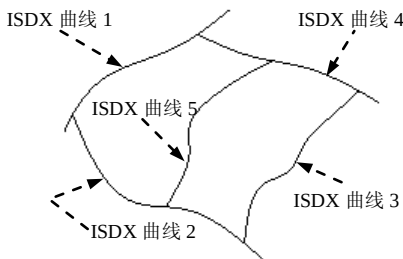
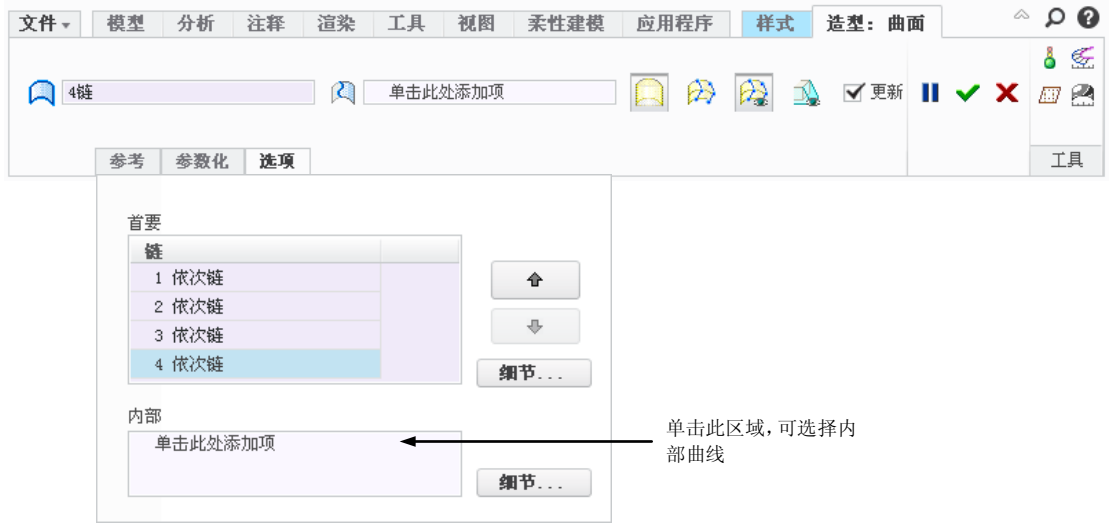
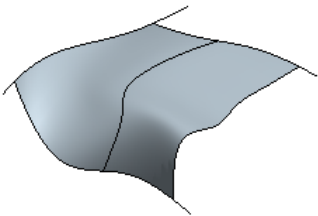
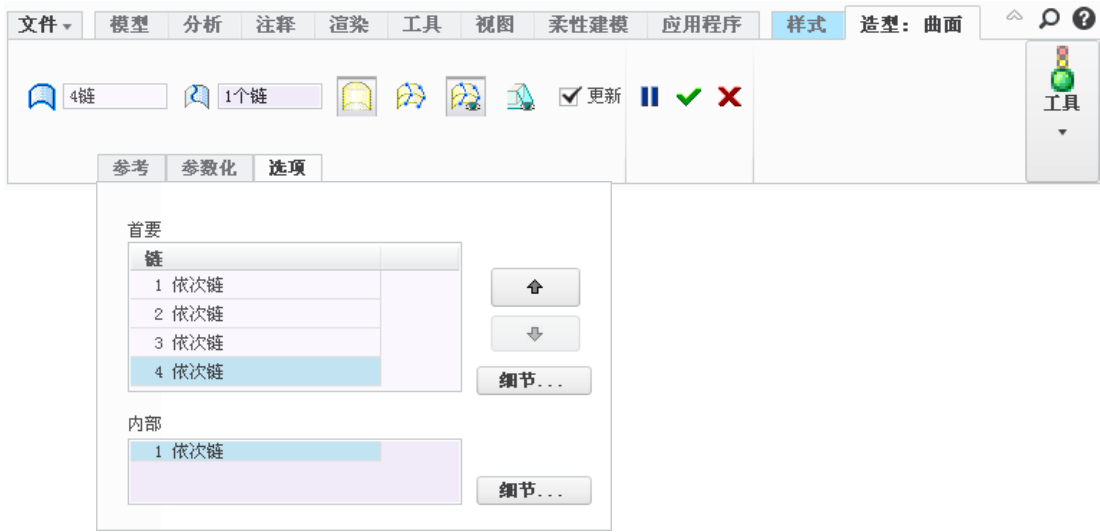

图 8.4.2 模型
图 8.4.3 “造型：曲面” 操控板（二）
图 8.4.4 创建 ISDX 曲面
图 8.4.5 “造型：曲面” 操控板（三）
Step4. 在图 8.4.2 中，选取 ISDX 曲线 1；然后按住键盘上的 Ctrl 键，分别选取 ISDX 曲线 2、ISDX 曲线 3 和 ISDX 曲线 4（注意：这四条 ISDX 曲线的选择顺序可随意改变），此时系统便以这四条 ISDX 曲线为边界形成一个 ISDX 曲面。此时“造型：曲面”操控板（二）如图 8.4.3 所示。
Step5. 如果希望前面创建的 ISDX 曲面通过图 8.4.2 所示的 ISDX 曲线 5, 可在图 8.4.3 所示的“造型：曲面”操控板中, 单击 **内部** 下面的区域, 然后选取 ISDX 曲线 5, 这样 ISDX 曲面便通过 ISDX 曲线 5, 结果如图 8.4.4 所示。此时“造型：曲面”操控板（三）如图 8.4.5 所示。